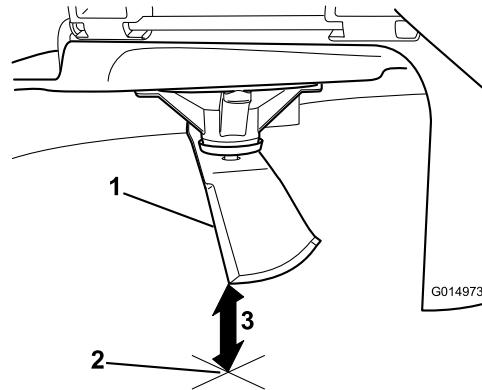

Figura 93
5. Mida desde la punta de la cuchilla hasta la superficie plana (Figura 93).